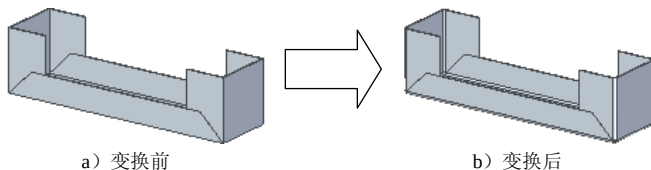
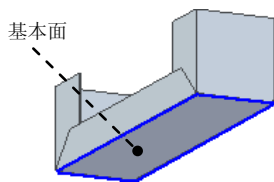

图 8.13.81 变换为钣金
图 8.13.82 定义基本面
Step11. 将实体转换为图 8.13.81 所示的钣金。
(1) 选择命令。选择下拉菜单 **变换为钣金** 命令。
(2) 定义基本面。选取图 8.13.82 所示的模型表面为基本面。
(3) 单击 **完成** 按钮, 完成特征的创建。